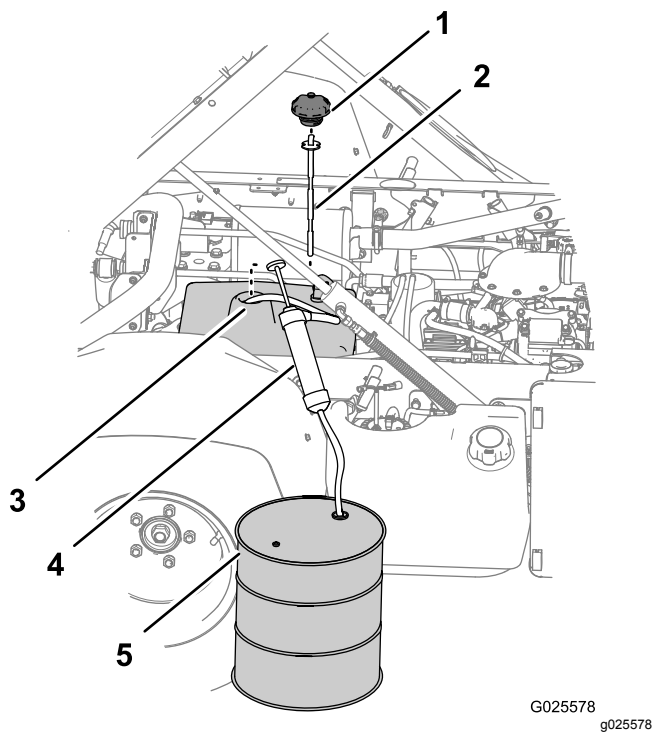

Figura 82
3. Retire el tapón y la varilla del cuello de llenado del depósito hidráulico (Figura 82).
4. Pase la manguera de entrada del sifón por el cuello de llenado del depósito hidráulico y hasta el fondo del depósito (Figura 82).
5. Dirija la manguera de salida de la bomba manual hacia un recipiente de recogida (Figura 82) con capacidad para 11,4 litros (modelo sin TC) o 18,9 litros (modelo sin TC con el kit de hidráulica de alto caudal (opcional) o modelo TC).
7. Retire el equipo de sifón del depósito hidráulico (Figura 82).
8. Añada 7,5 litros (modelo sin TC) o 15,1 litros (modelo sin TC con el kit de hidráulica de alto caudal (opcional) o modelo TC) del fluido hidráulico especificado al depósito hidráulico (Figura 82).
9. Instale la varilla y el tapón en el cuello de llenado del depósito hidráulico (Figura 82).